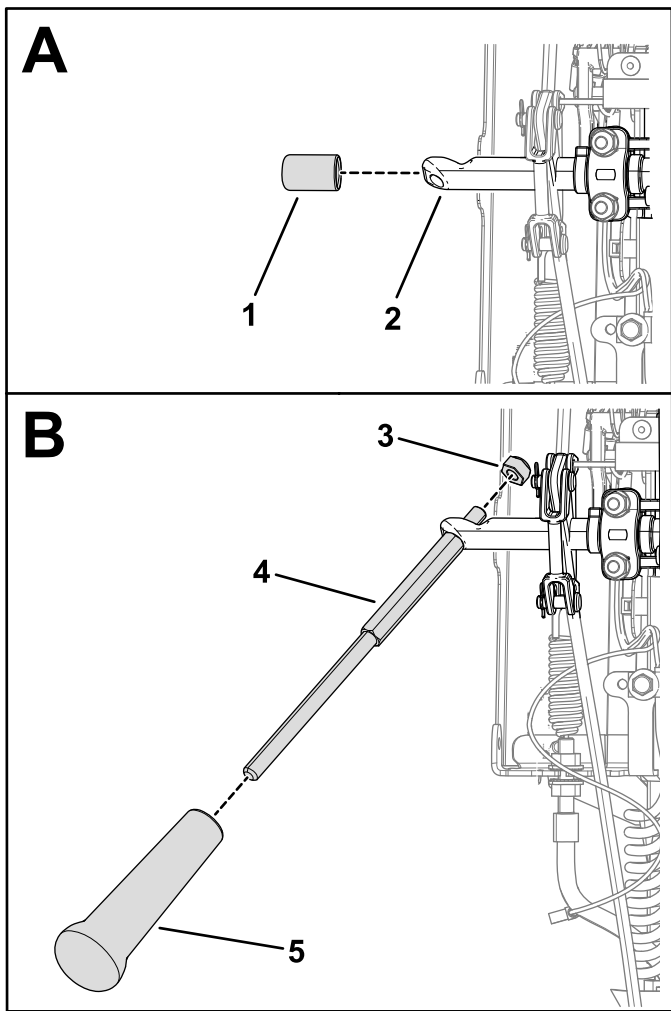

图 13
1. 从控制轴上取下盖子图 13。
- 将旋钮安装到控制杆上 图 13。
- 使用螺母 5/16 英寸将控制杆固定到控制轴上 图 13。